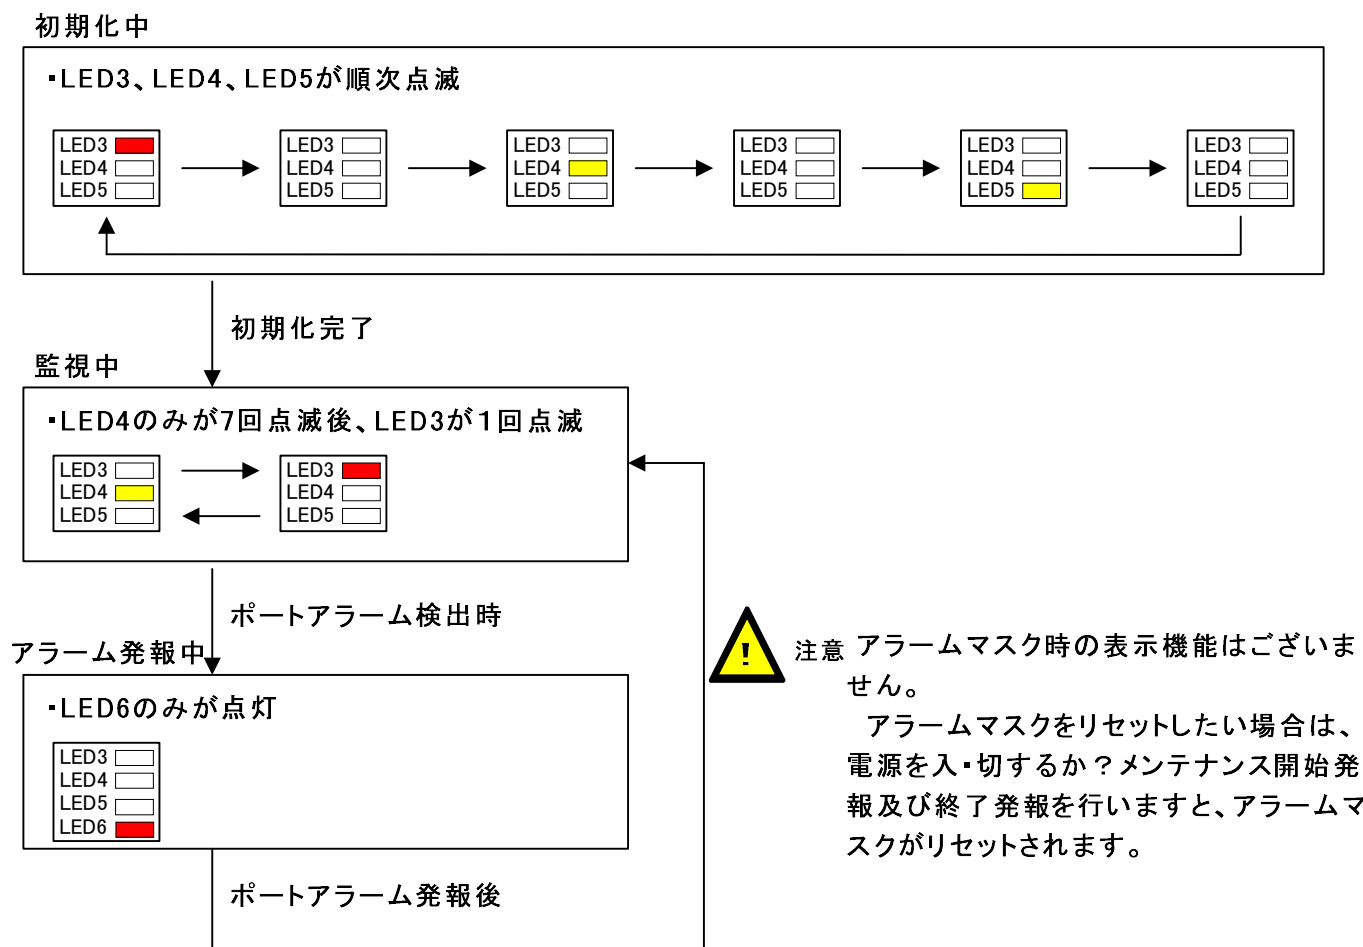

図5.7. 状態LEDの遷移(アラーム発生)
① 電源を投入します
② 図5.7に示すようにLED3～LED5が点灯し最終的にLED4のみが7回点滅後、LED3が1回点滅すれば準備完了です。(監視中)
②-1 初期化中